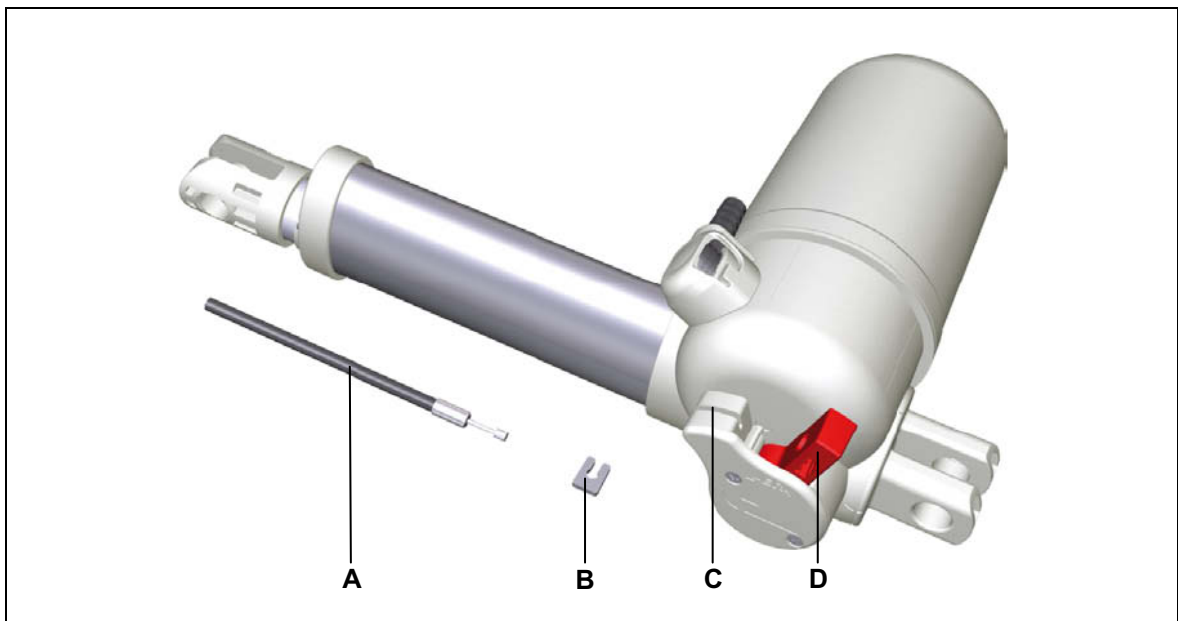
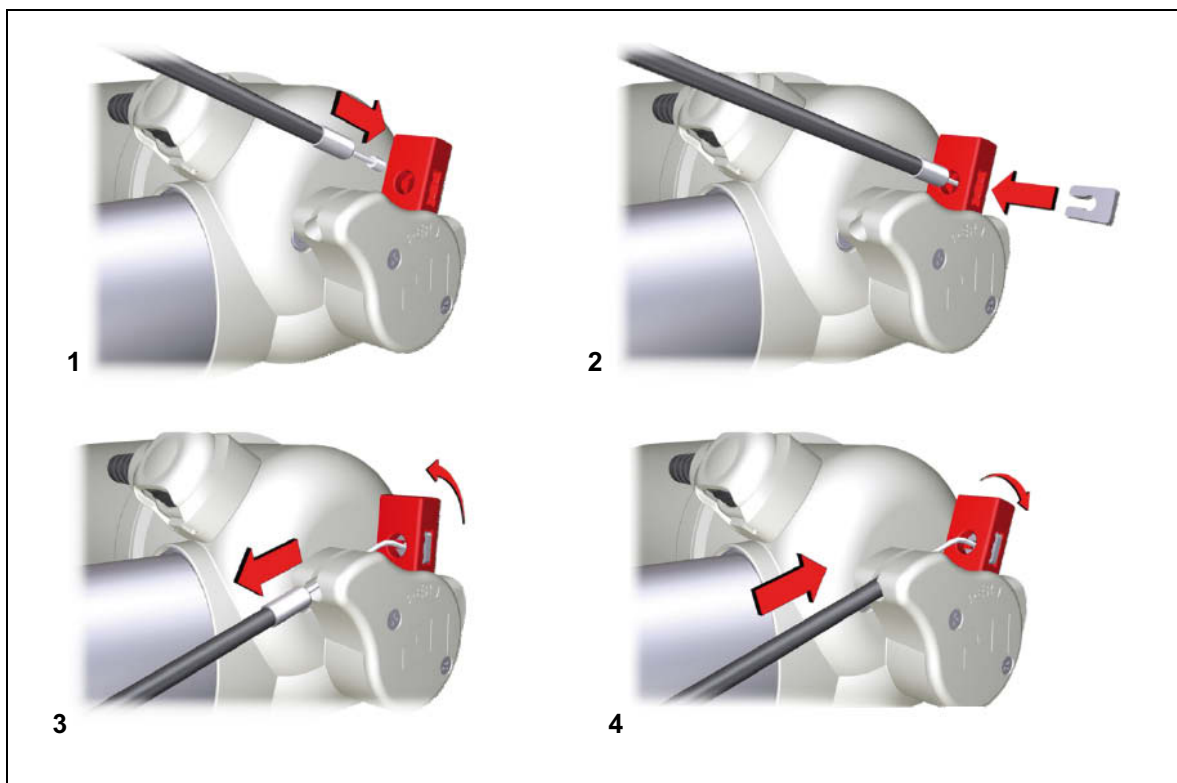

Abbildung 26 Montage des Antriebs mit mechanischer Rückstellfunktion (ER)
Abbildung 27 Einbau des Bowdenzugs für die mechanische Rückstellfunktion ER (Option)
- 1 Führen Sie den Bowdenzug (A in Abbildung 26) durch den Ausrückhebel des ER (D), wie in Abbildung 27 dargestellt.
- 2 Verriegeln Sie den Bowdenzug mit dem Sicherungsclip (B).
- 3 Führen Sie den Bowdenzug (A) durch die Nut des ER (C).
- 4 Legen Sie den Bowdenzug (A) in die Bowdenzugaufnahme.